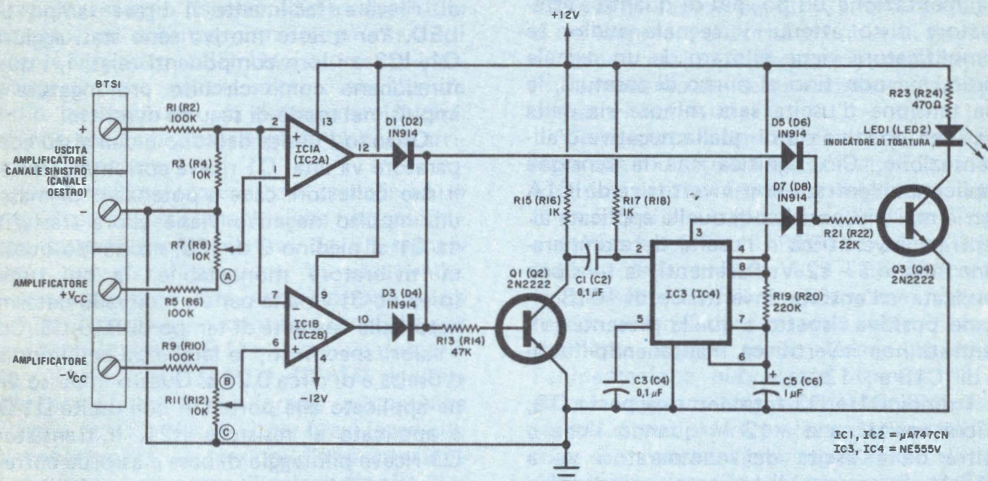

Fig. 2 - Schema del circuito indicatore di tosatatura per un canale.
**Il circuito** - L'indicatore di tosatura è rappresentato schematicamente nella fig. 2. Ogni canale di amplificazione in un sistema sonoro richiederà un circuito indicatore distinto. L'applicazione più comune del progetto è un sistema stereo; per tale motivo viene indicato un numero di componenti adatti a due canali (gli elementi per il canale destro sono segnati tra parentesi). La descrizione del montaggio è però relativa ad un solo canale, precisamente quello sinistro di